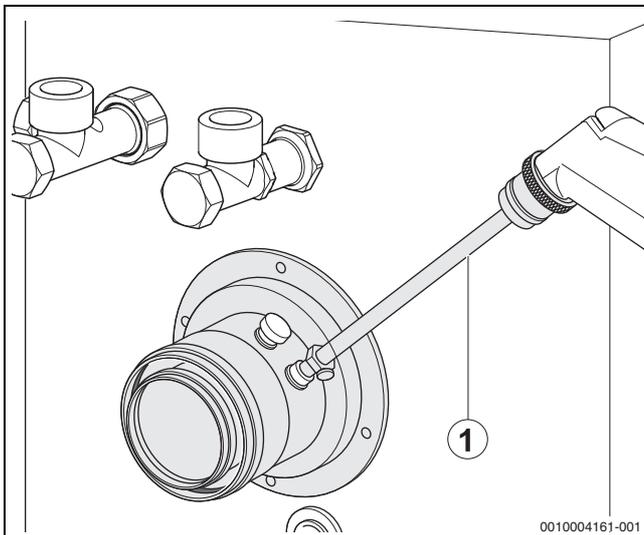

Bild 57 Messwerte aufnehmen
- ▶ Messfühler durch die Messöffnung (→ Bild 57, Seite 32) im Abgasrohr in den Kernstrom halten und CO₂-Gehalt kontrollieren.